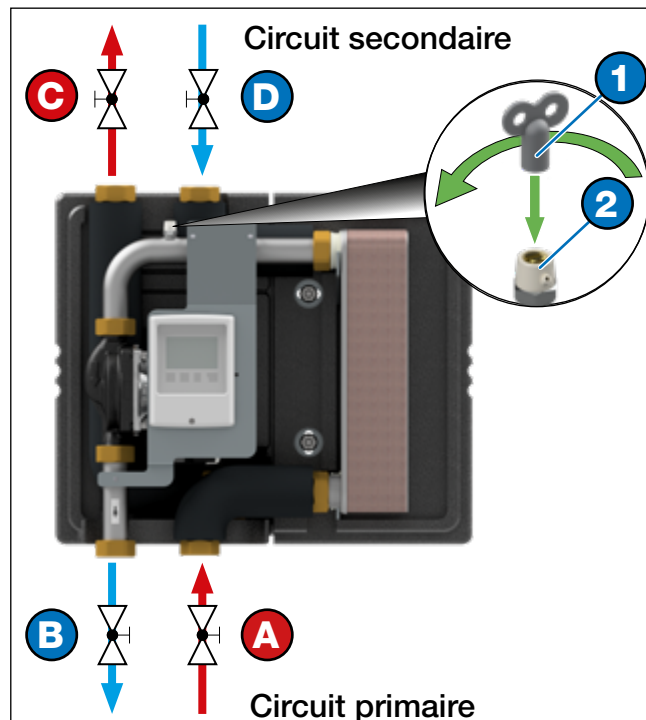

Fig. 8-4 : Raccord de la station d'eau fraîche et procédure de purge
- Pour les étapes 8 à 10, se reporter à la Fig. 8-4.
- La station d'eau fraîche est entièrement montée. Pour les étapes suivantes, se reporter à la Fig. 8-4.
2. Ouvrir la vanne de purge (pos. 2) en tournant la clé de purge (pos. 1) dans le sens inverse des aiguilles d'une montre et maintenir la vanne ouverte jusqu'à ce l'air cesse de s'en échapper.
3. Fermer tous les robinets d'arrêt (voir la Fig. 8-4 à la page 12).
Relâcher la pression de la station d'eau fraîche (par ex. en ouvrant les vis de purge, voir la Fig. 8-4 à la page 12).